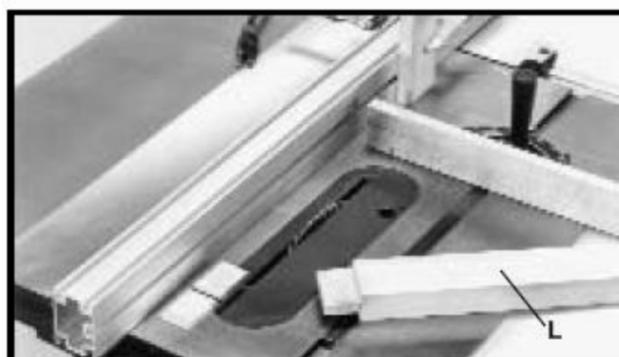

Рисунок 36
16. На Рис. 36 показана заготовка с двумя вырезанными конструктивными выступами.